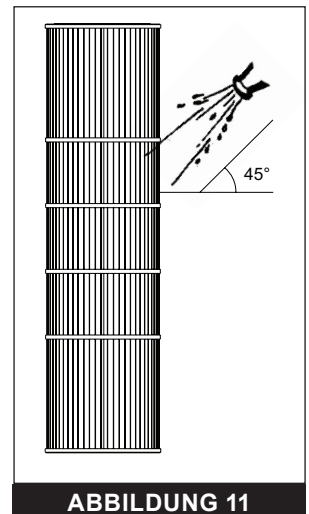

ABBILDUNG 11
5. Nutzen Sie einen Gartenschlauch mit gerader Strahldüse. Halten Sie die Düse in einem Winkel von 45 Grad zur Kartusche und spülen Sie die gesamte Kartusche von oben nach unten ab. Siehe **ABBILDUNG 11**.
9. Nutzen Sie einen Gartenschlauch mit gerader Strahldüse. Halten Sie die Düse in einem Winkel von 45 Grad zur Kartusche und spülen Sie die gesamte Kartusche von oben nach unten ab. Siehe **ABBILDUNG 11, SEITE 7**.